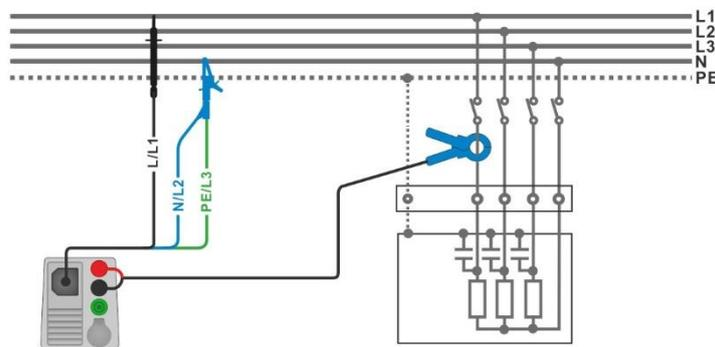

Abbildung 7.103: Oberwellenmessung
- › Schließen Sie den 3-Leiter Prüfadapter und die Stromzange am Prüfling an (siehe **Abbildung 7.103**).